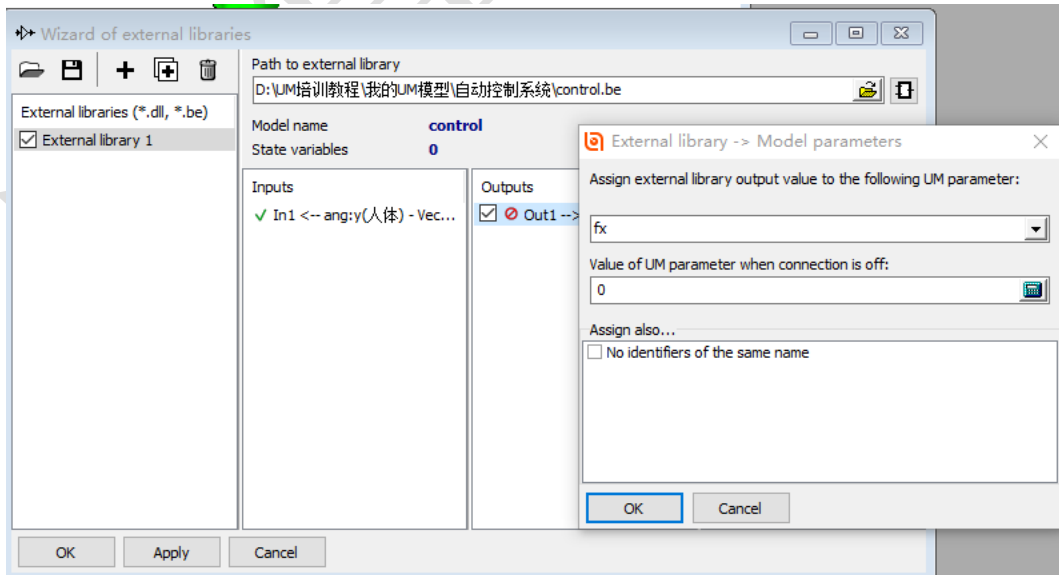

图 2-148
- 6) 双击控制系统的 **Outputs** 下方的 **Out1**，从下拉菜单中选择符号 **fx**，作为输出信号，如图 2-148。